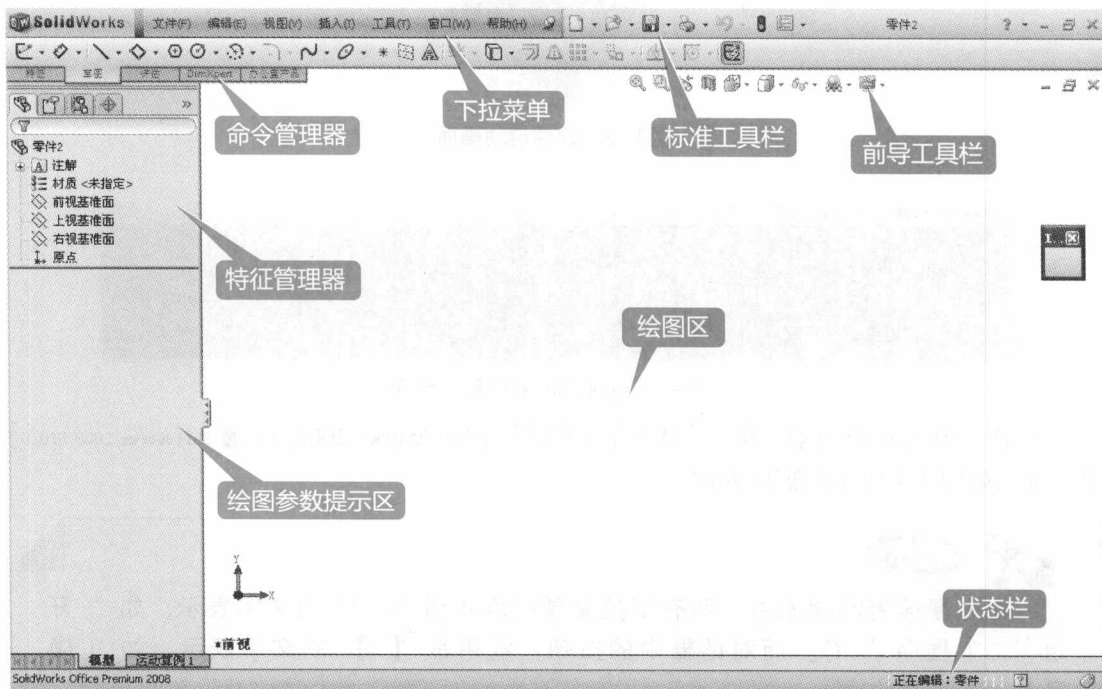

图 1-1 Solidworks 2008 软件工作界面
认识如图 1-1 所示 Solidworks 2008 软件窗口界面，并对软件系统进行参数设置。
单击如图1-4界面中的[文件(F)]/[新建(N)…]或直接单击界面中的新建图标，窗口中弹出如图1-5所示模块选择界面。选中“**单一设计零部件的3D展现**”，再单击**【确定】**，即可进入如图1-1所示实体或曲面建模的工作界面。
如图1-1所示为Solidworks 2008软件“单一设计零部件”模块的窗口界面，该界面主要包括下拉菜单、工具栏、命令管理器、特征管理器、绘图区、状态栏和参数管理等。
③ 各类管理器 如图1-9所示为命令管理器和特征管理器（参见图1-1）。最上方为命令管理器，主要进行各种操作的切换；下方为特征管理器，主要用于记录各项特征操作的次序及操作过程，通过该管理器也可对特征进行修改等操作。
④ 状态栏 状态栏位于窗口的最下方，主要用于显示各种绘图状态（参见图1-1）。